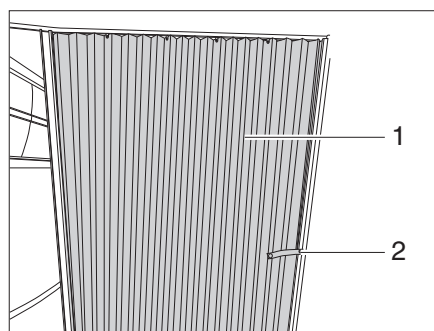

Fig. 78 Tenda pieghevole
- Staccare il nastro di sicurezza (Fig. 78,2).
- Tirare la tenda pieghevole (Fig. 78,1) in posizione chiusa.
- Portare la tenda pieghevole (Fig. 78,1) in posizione aperta.
- Fissare la tenda pieghevole con il nastro di sicurezza (Fig. 78,2).